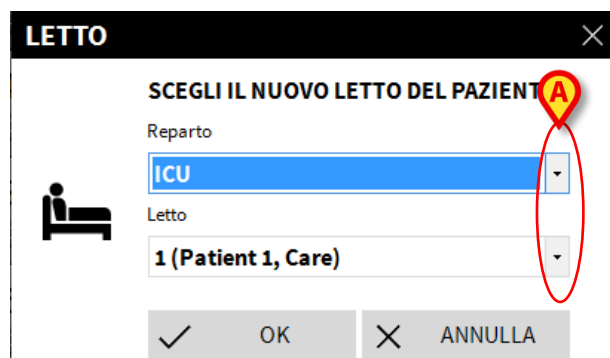

Fig 108
Si aprirà la finestra seguente (Fig 108).
- Utilizzare i pulsanti-freccia (Fig 108 **A**) per selezionare il letto/reparto cui il paziente sarà trasferito.